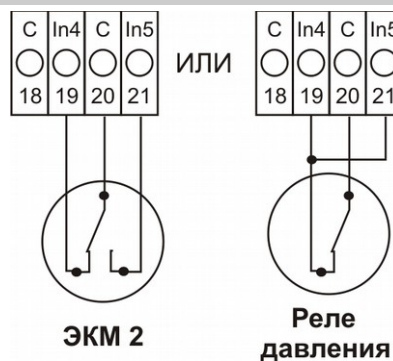

Рис. 7. Подключение датчиков для пикового насоса
- Значение «1» – для контроля давления используется электроконтактный манометр, реле давления или другие дискретные контактные устройства контроля давления (схема подключения Рис. 7.), при этом аналоговый вход 4...20 мА обрабатываться не будет.